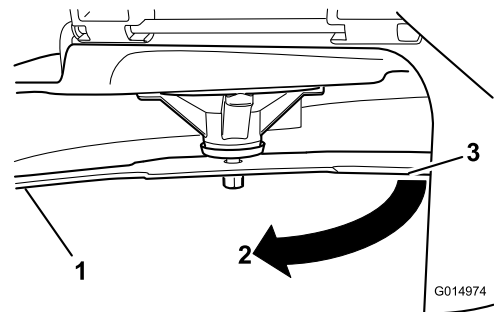

Рисунок 72
3. Измеренное расстояние между ножом и поверхностью (A)
4. Поверните тот же нож на 180 градусов, чтобы теперь его противоположная режущая кромка была в том же положении (Рисунок 72).